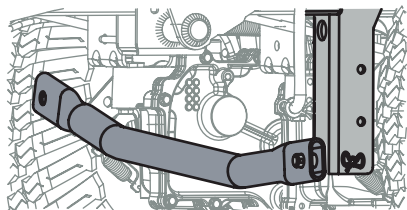

Figura 51
- b. Extraiga el pasador de chaveta con unión curva que está del lado izquierdo de la barra, que conecta la barra con el soporte del bastidor (Figura 51).